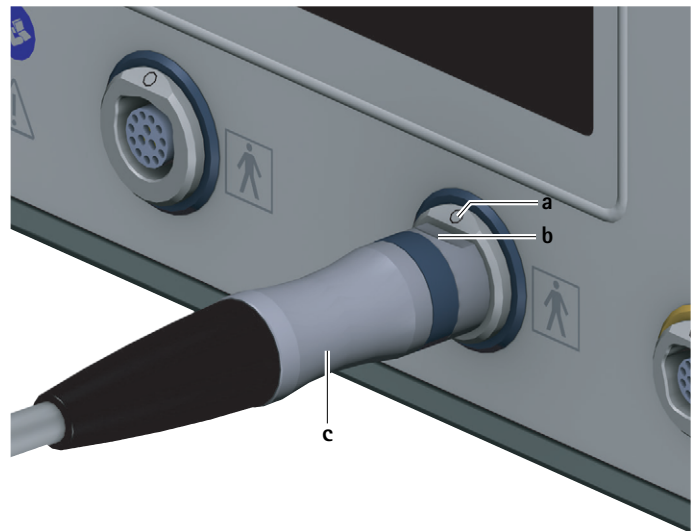

Abb. 3 Motorkabel anschließen
- Stecker für Steuereinheit **c** am Motorkabel so ausrichten, dass die Markierung **b** auf dem Stecker mit der Markierung **a** auf der Anschlussbuchse für Anwendungsteile **7** übereinstimmt, siehe Abb. 3.
- ▶ Motorkabel am Stecker für Steuereinheit **c** aus der Anschlussbuchse für Anwendungsteile **7** ziehen, siehe Abb. 3.